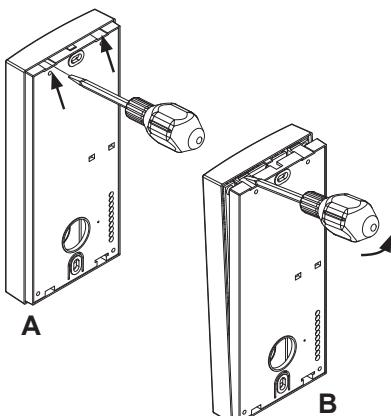

Fig. 1
1. Come mostrato in **Fig. 1**, capovolgere il citofono guardando la parte posteriore, inserire la lama di un giravite piatto in una delle due aperture indicate dalle frecce (**Fig. 1A**) ed aprire il citofono muovendo delicatamente il giravite verso l'alto e tirando con le mani il coperchio. **Fate attenzione!** La base del citofono ospita la scheda di connessione che è normalmente collegata al coperchio tramite un cavo flat: la prima volta che il citofono viene aperto il cavo flat non dovrebbe essere collegato.